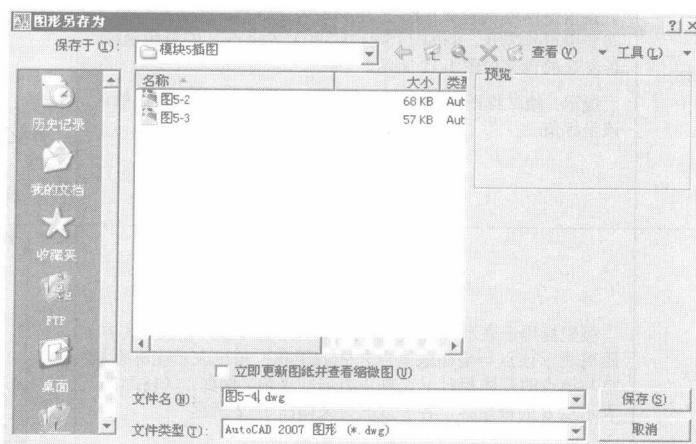

图 1-10 “图形另存为”对话框
单击按钮 ，执行 QSAVE 命令或选择下拉菜单“文件→保存”，执行 QSAVE 命令，如果当前图形没有命名保存过，AutoCAD 会弹出“图形另存为”对话框，如图 1-10 所示。通过该对话框指定文件的保存位置及名称后，单击 **保存②** 按钮，即可实现保存。如果执行 QSAVE 命令前已对当前绘制的图形命名保存过，那么执行 QSAVE 后，AutoCAD 直接以原文件名保存图形，不再要求用户指定文件的保存位置和文件名。